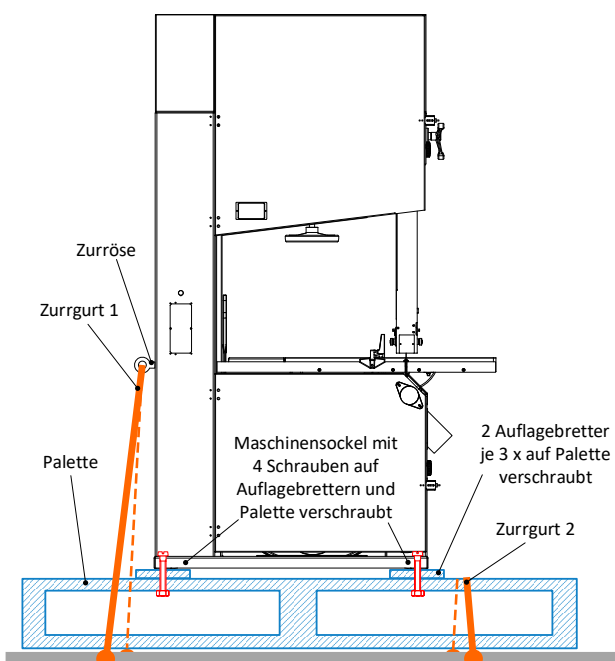

Abbildung 10: BSB 400 / 500 / 600 verzurren
- Hierzu befindet sich an der Maschinensäule (links) eine Zurröse für Zurrort 1 (siehe ⇒ Abbildung 10). Mit Zurrort 2 wird die Palette direkt verzurret.